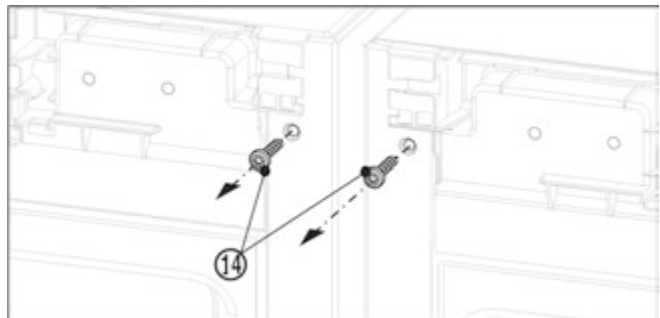

Fig. 12
- ▶ Перед монтажем верхнього кута викрутіть обидва гвинти заземлення Fig. 12 (14).